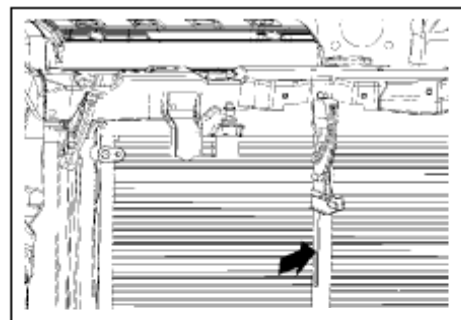

Рис. 473
6. Снимите центральный держатель радиатора (рис. 473)